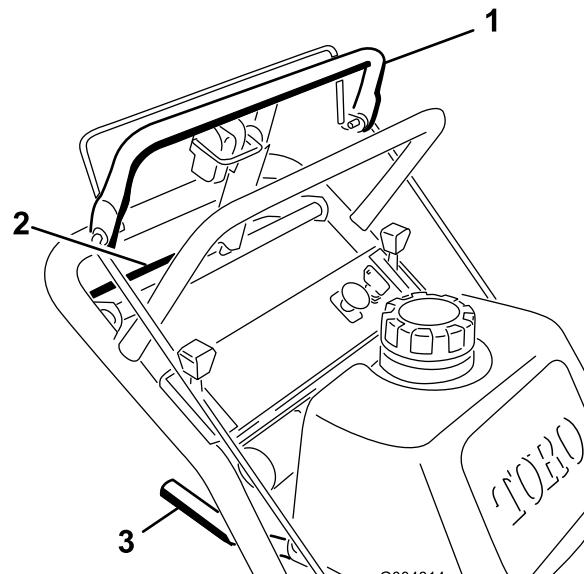
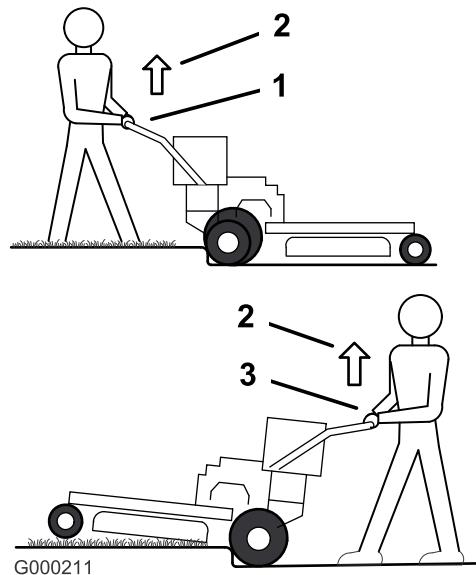

Figura 18
Figura 19
1. Para ir hacia adelante, mueva la palanca de cambio a una marcha hacia adelante (Figura 18).
3. Presione lentamente la barra de control superior para ir hacia adelante (Figura 18).
Para ir en línea recta, aplique la misma presión a ambos extremos de la barra de control superior (Figura 18).
Para girar, libere la barra de control superior en el sentido en que desea girar (Figura 18).
3. Apriete lentamente la barra de control inferior y el manillar para ir hacia atrás (Figura 18).
3. Conduzca la máquina hasta que las ruedas giratorias toquen el bordillo (Figura 19).
4. Levante la parte delantera de la máquina empujando hacia abajo en el manillar (Figura 19).
5. Haga avanzar la máquina hasta que las ruedas de tracción toquen el bordillo (Figura 19).
6. Baje la parte delantera de la máquina (Figura 19).
7. Al mismo tiempo, engrane la barra de control inferior y levante el manillar inferior para conducir la máquina por el bordillo (Figura 18 y Figura 19).
3. Haga retroceder la máquina hasta que las ruedas de tracción toquen el bordillo (Figura 19).
4. Al mismo tiempo, engrane la barra de control inferior y levante el manillar inferior (Figura 18 y Figura 19).